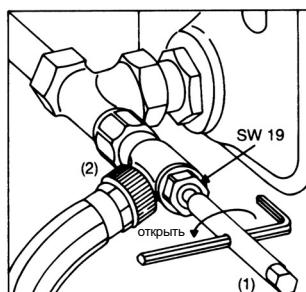

Рис. 6
- 3.4 Инструмент для заполнения и слива (2) накрутить на „Combi 4/3“ и закрепить шланг (рис. 6).
- 3.5 Открыть воздухоспускную пробку на отопительном приборе. Вставить шестигранный ключ SW 10 (1) в инструмент для заполнения и слива (2) и поворотом влево спустить прибор (рис. 6).
- 4.1 Если отопительный прибор до этого был слит через инструмент для заполнения и слива (2), никаких действий с инструментом или арматурой проводить не надо. Отопительный прибор теперь можно заполнить через присоединенный шланг (Необходимо спустить воздух из отопительного прибора).